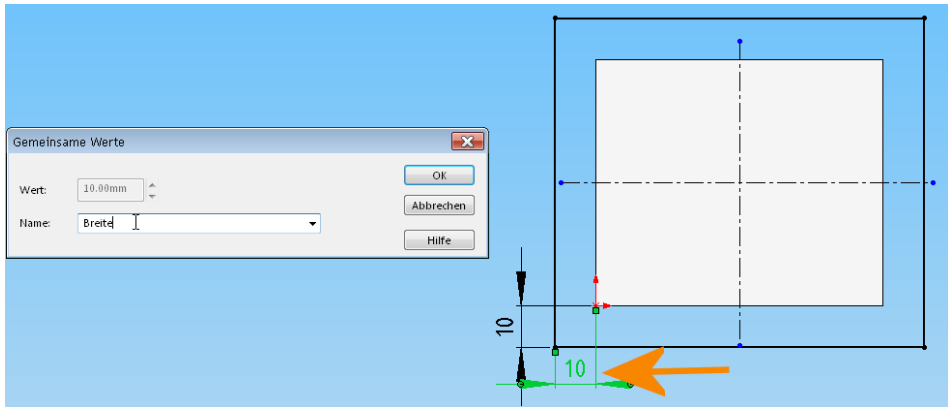

Bild 2.41: Bemaßungen sind Variable – sie haben nicht nur Werte, sondern auch Namen!
- Ein Rechtsklick über dem Breitenmaß fördert den Menüpunkt *Werte verknüpfen* zutage. Betätigen Sie ihn, so erscheint das Dialogfeld *Gemeinsame Werte* (Bild 2.41).